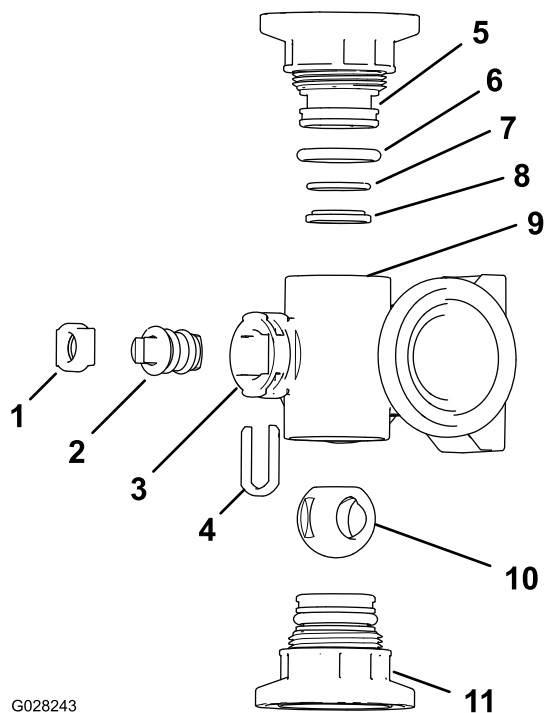

図 120
2. マニホルドのボディ両端部にあるエンドキャップフィッティングアセンブリ2個を取り外す 図 120 と 図 121。
- マニホルド内部のステムポートのスロットからステムリテーナを取り外す 図 120 と 図 121。
- マニホルドからステムリテーナとバルブシートを取り外す 図 120 と 図 121。
- マニホルドボディの中に手を入れてバルブシステムアセンブリを取り出す 図 120 と 図 121。
- 出口フィッティングの Oリング個別ブームバルブマニホルドのみ、エンドキャップの Oリング、バックシートの Oリング、ボールシートそれぞれに傷や過度の摩耗がないか点検する 図 120 と 図 121。
- バルブのステムにグリスを塗り、ステムをバルブシステムシートに取り付ける 図 120 と 図 121。
- バルブシステムとシートをマニホルドに取り付けてステムリテーナで固定する 図 120 と 図 121。
- バックシートの Oリングとボールシートが相互に整列しており、エンドキャップのフィッティングに適切に収まっていることを確認する 図 120 と 図 121。
- エンドキャップフィッティングアセンブリをマニホルドボディに取り付け、エンドキャップフィッティングのフランジがマニホルドのボディに接触したら 図 120 と 図 121、その位置からさらにバルブを 1/8-1/4 回転締め付ける。